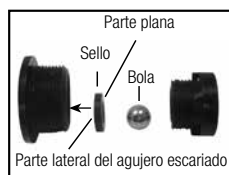

Figura 7
9) Para rearmar, desensamble ambas mitades del cartucho y coloque de nuevo el sello y/o la bola. Coloque de nuevo el cartucho (Figura 7). El sello se coloca dentro de la mitad más grande del cartucho. La parte lateral sellada del agujero escariado se coloca dentro de las ranuras en la mitad del cartucho. El rendimiento de bombeo puede verse afectado si no se ensambla correctamente.